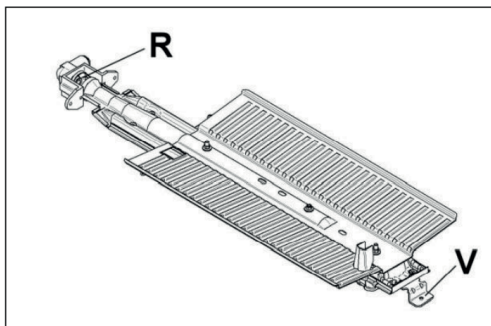

Fig. 6
- Afrouxar o parafuso V e retirar o queimador do suporte cuidando para não danificar o plugue de ignição e o termopar (Fig. 6).